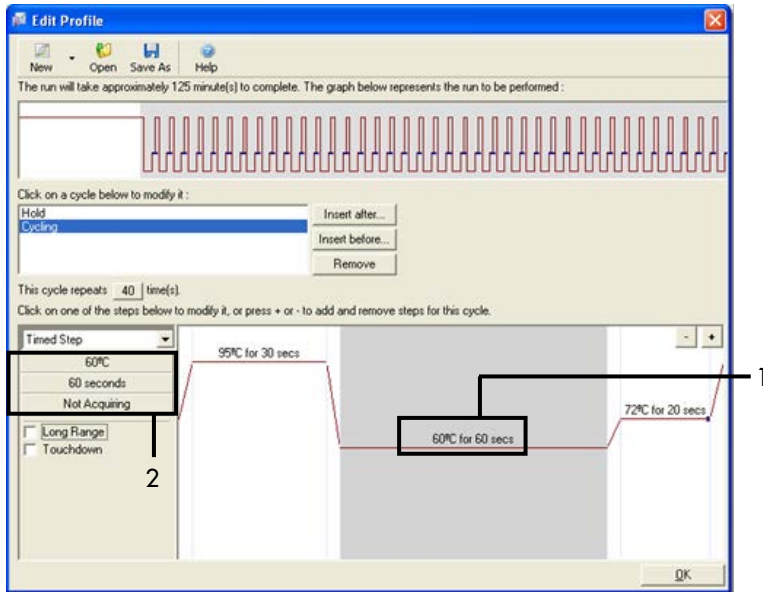

Figura 26. Paso de ciclado a 60 °C. 1 = paso dos: ajuste de temperatura y tiempo; 2 = "Not Acquiring" (No adquirir).
9. Seleccione el segundo paso y establezca 60°C durante 60 segundos. Haga clic en Not Acquiring (No adquirir) para activar la adquisición de datos durante este paso (figura 26).